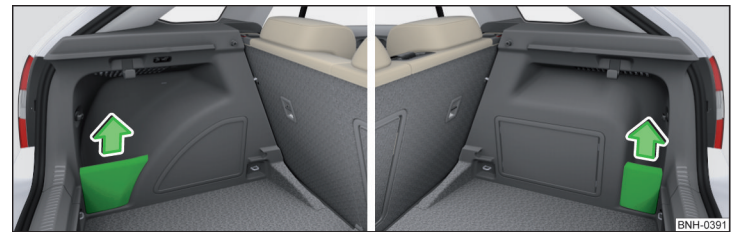

Abb. 88 Ablagefachabdeckung links/rechts abnehmen
- Die Abdeckung am oberen Teil fassen und in Pfeilrichtung herausnehmen » Abb. 88.